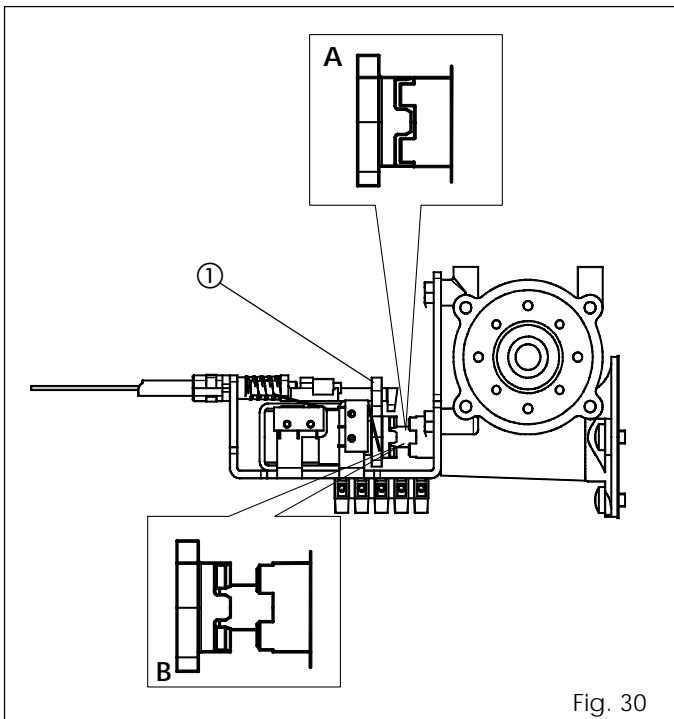
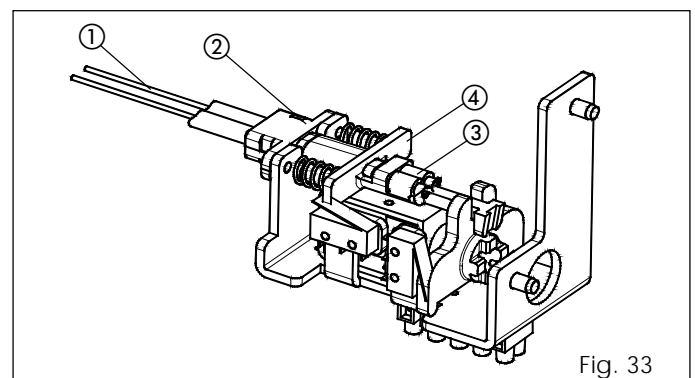

Fig. 30
Fig. 33
- Duw het hendeltje (fig. 30 ref. ①) naar de motoras en ga na of hij correct aangrijpt zoals op fig. 30 ref. A.
- Verplaats het hendeltje (fig. 30 ref. ①) in verticale richting en ga na of er speling is tussen de aankoppeling van de motoras en de motorvergrendeling.
- Steek de kabel (fig. 33 ref. ①) door onderdeel ② en laat de huls ertegen zitten.
- Steek de kabel in de klem (fig. 33 ref. ③).
- Trek onderdeel ④ ertegenaan (zodat de veren worden ingedrukt) en draai de schroef van klem ③ vast zodat de staalkabel geblokkeerd wordt.
- Controleer of de aankoppeling van de motorvergrendeling vrij is van de aankoppeling van de motoras (fig. 30 ref. B).